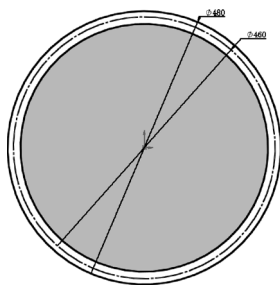
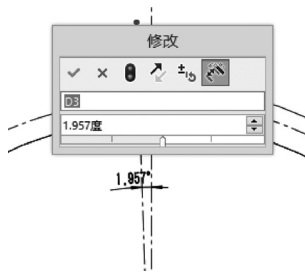

图 8-28 作为构造线的分度圆
图 8-29 设置直线间角度
**①** 转换实体引用。选择菜单栏中的“工具”→“草图工具”→“转换实体引用”命令，或单击“草图”控制面板中的“转换实体引用”按钮，将拉伸体的边线转换为草图轮廓，从而作为齿轮的齿根圆。
**②** 绘制圆。选择菜单栏中的“工具”→“草图绘制实体”→“圆”命令，或单击“草图”控制面板中的“圆”按钮，以坐标原点为圆心绘制一个直径为 480mm 的圆，作为齿顶圆。重复“圆”命令，以坐标原点为圆心绘制一个直径为 460mm 的圆，作为分度圆。分度圆在齿轮中是一个非常重要的参考几何体。选择该圆，在出现的“圆”属性管理器中的“选项”栏中选择“作为构造线”单选按钮。单击“确定”按钮，从而将其作为构造线，从图 8-28 中可以看出分度圆成为虚线。
**③** 绘制中心线。选择菜单栏中的“工具”→“草图绘制实体”→“中心线”命令，或单击“草图”控制面板中的“中心线”按钮。绘制一条通过原点竖直向上的中心线和一条斜中心线。
**④** 标注尺寸。单击“草图”控制面板中的“智能尺寸”按钮，标注两条中心线之间的角度，在“修改”微调框中输入夹角的角度值 1.957 度，如图 8-29 所示。单击“确定”按钮.